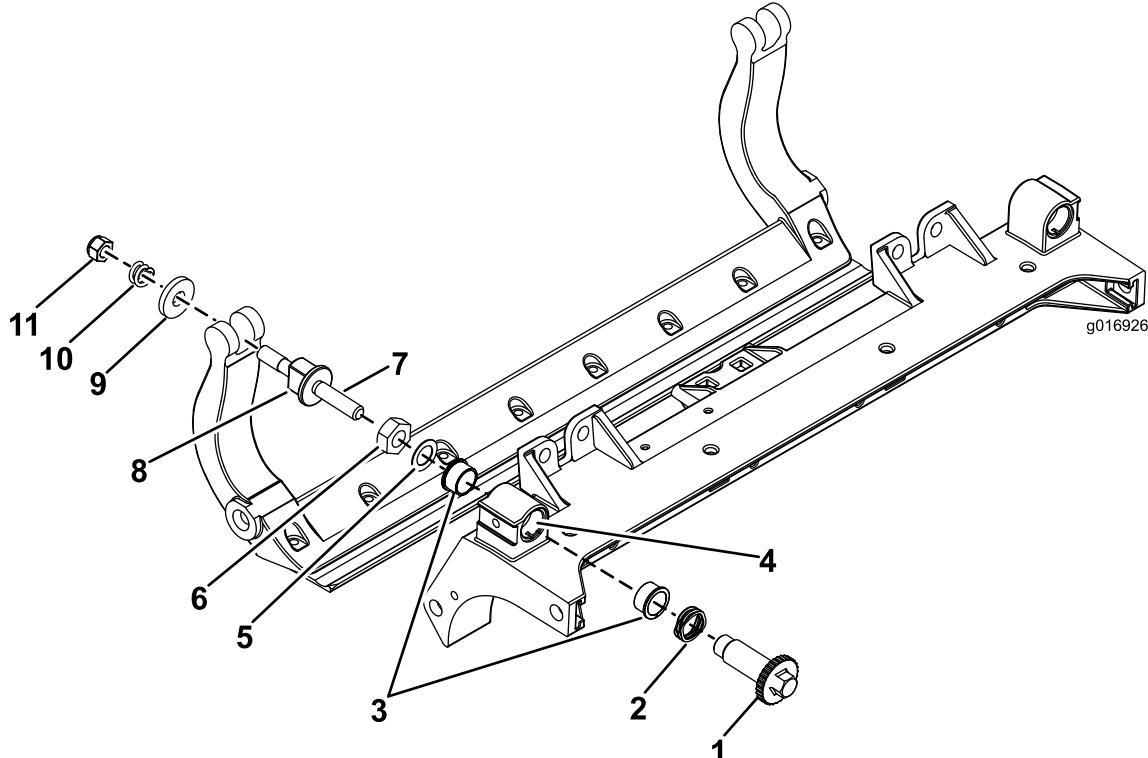

Figura 28
1. Rimuovete tutti i componenti (fate riferimento alle *Istruzioni per l'installazione* del kit DPA HD e a Figura 28).
2. Applicate del lubrificante Never Seize all'interno dell'elemento in cui vanno montate le boccole, sul telaio centrale dell'apparato di taglio (Figura 28).
3. Allineate le chiavette sulle boccole flangiante alle scanalature sul telaio e montate le boccole (Figura 28).
4. Montate una rondella ondulata sull'albero del dispositivo di regolazione e inserite l'albero all'interno delle boccole flangiante sul telaio dell'apparato di taglio (Figura 28).
5. Fissate l'albero del dispositivo di regolazione con una rondella piana e un dado di bloccaggio (Figura 28).
12. Posizionate una rondella in acciaio all'esterno di ciascuna rondella in nylon (Figura 28).
Nota: Le rondelle all'interno possono avere un gioco (Figura 28).
15. Serrate il dado su ciascun gruppo di regolazione della barra di appoggio fino a comprimere completamente la molla di compressione, quindi allentate il dado di 1/2 giro (Figura 28).